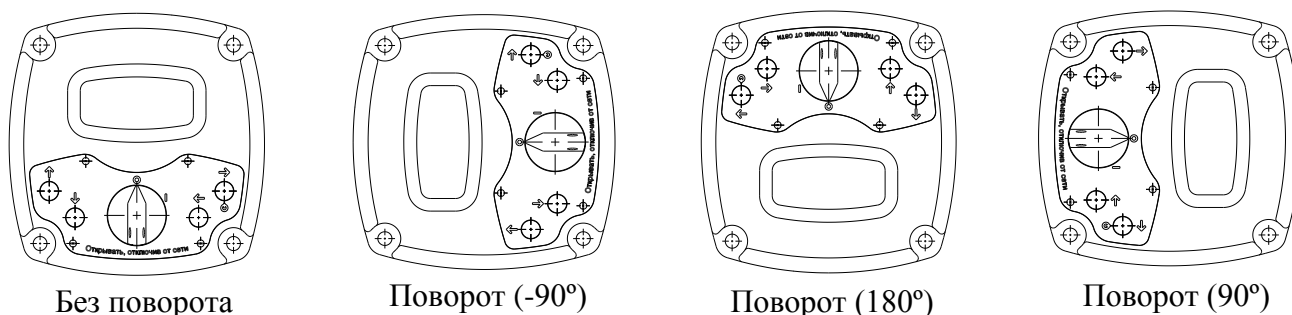

Рисунок 4 – Монтажное положение лицевой панели
2.3.6 При необходимости допускается изменять монтажное положение лицевой панели БСПЦ во взрывозащищенном исполнении на угол до 180° (рисунок 4).